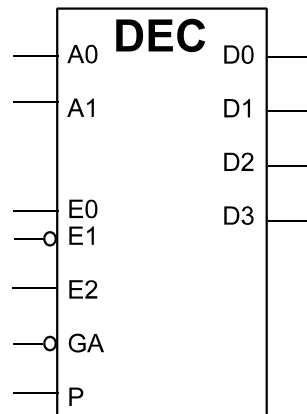

Abb. 11
20. Entwerfen Sie einen 1-aus-4-Decoder (Abb. 11). Beschreibung der Signale: